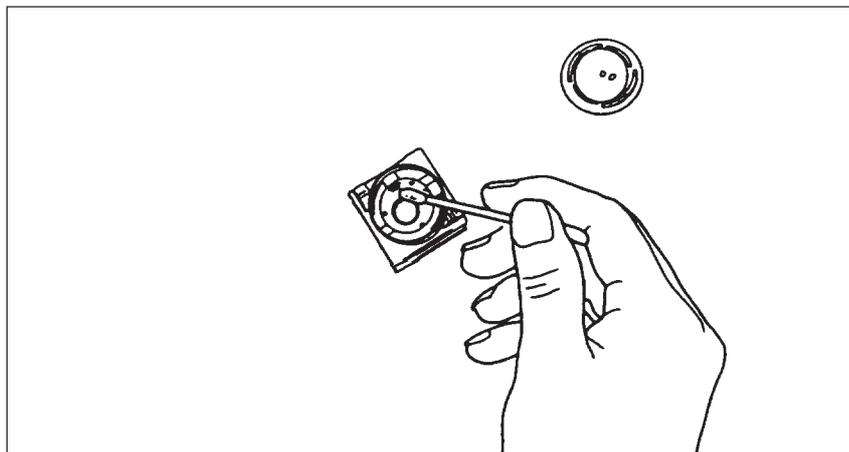

Bild 2-12 Reinigung des Kugelgehäuses
5. Reinigen Sie das Kugelgehäuse (Bild 2-12).